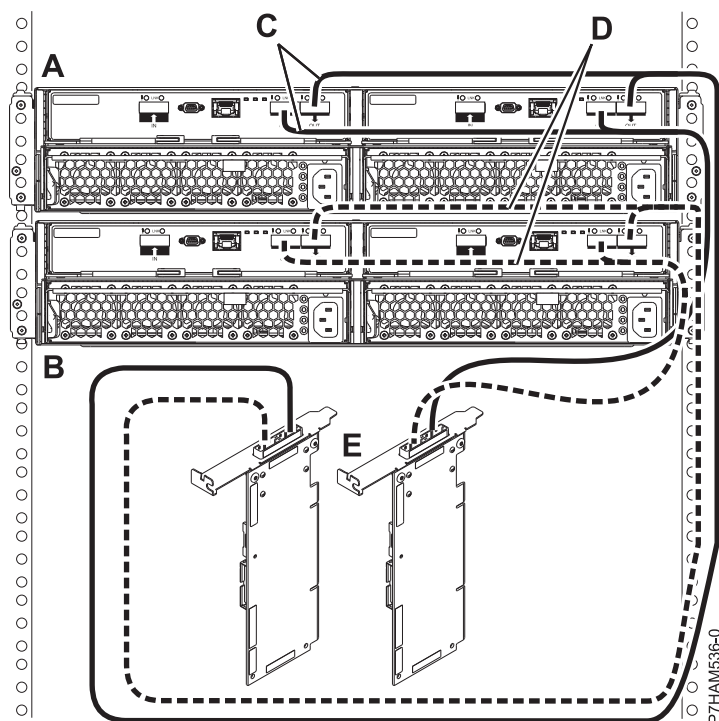

図 39. 1 対の SAS アダプター・ペアへの YO ケーブルを使用した、2 台の 5887 ディスク・ドライブ・エンクロージャー のモード 1 接続
15. 1 対の SAS アダプター・ペア (E) への YO ケーブル (C および D) を使用した、2 台の 5887 ディスク・ドライブ・エンクロージャー (A および B) のモード 1 接続を行います。42 ページの図 39 を参照してください。